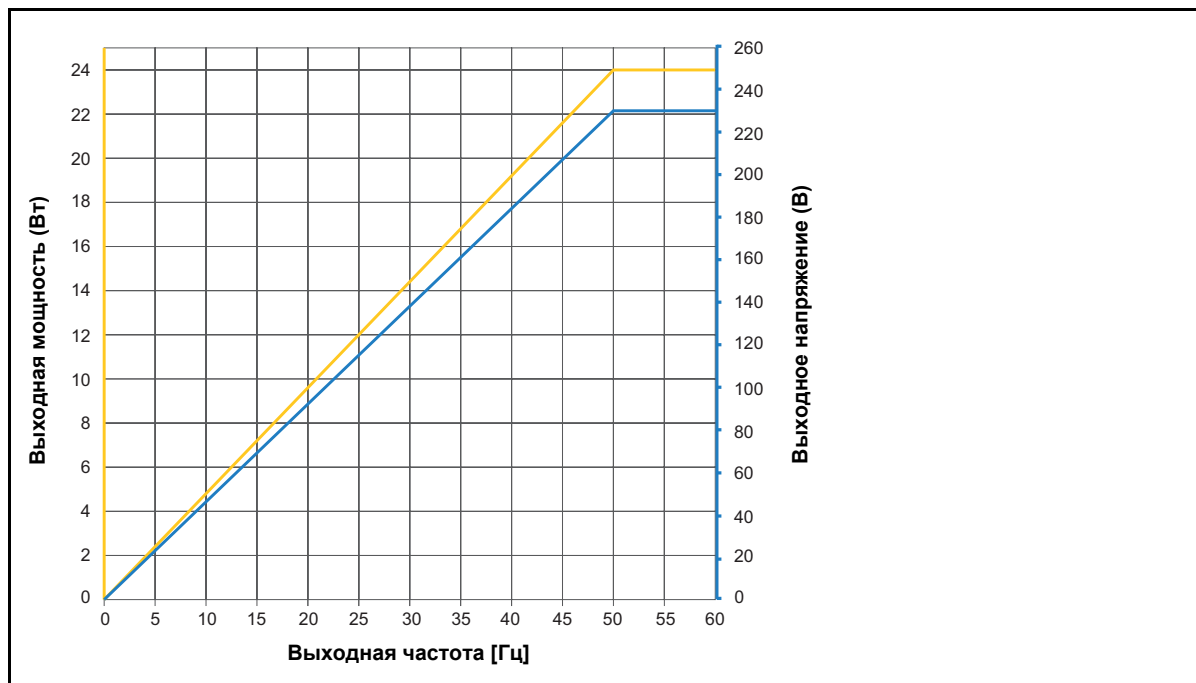

Рис. 15-5: Снижение мощности и напряжения на выходе: 3 x 230 В_{эфф.}
3. См. Рис. 15-5: «Снижение мощности и напряжения на выходе: 3 х 230 В_{эфф.}» на стр. 236